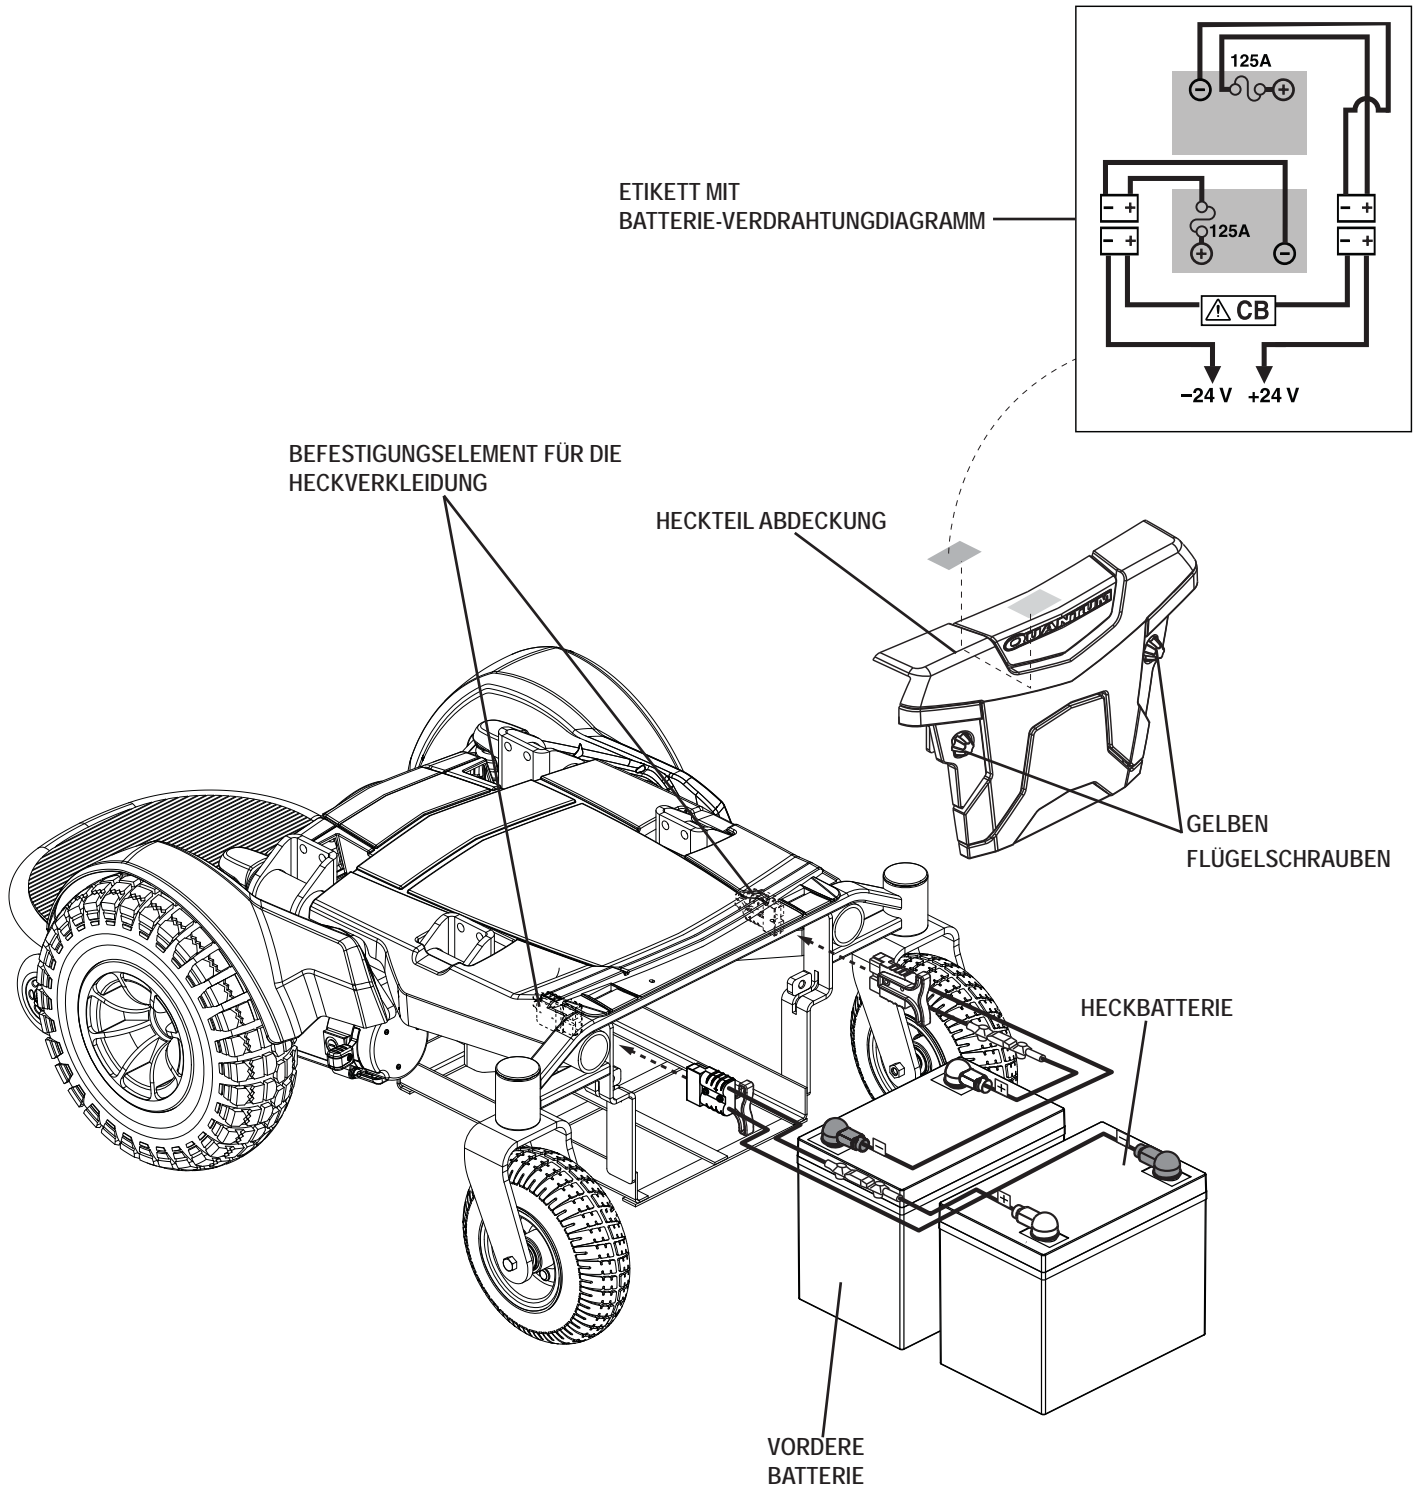

Abb. 20. Austauschen der Batterien
3. Lösen Sie die gelben Flügelschrauben (**Siehe Abb. 20**) und entfernen Sie die hintere Abdeckung.
7. Das Batteriekabel gemäß Batterieanschlussplan mit der neuen Frontbatterie verbinden. **Siehe Abb. 20.**
8. Das Batteriekabel gemäß Batterieanschlussplan mit der neuen Heckbatterie verbinden. **Siehe Abb. 20.**